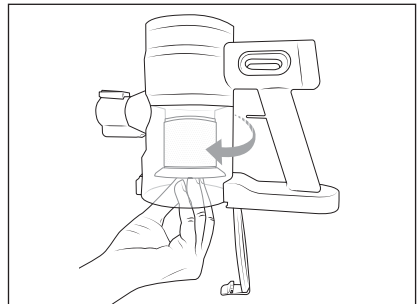

Fig. 11
- 2) Retire o filtro de aço inoxidável **6** e o filtro EPA **5** do reservatório de pó **2**, rodando o filtro EPA **5** para a direita (ver fig. 11). Puxe o filtro de aço inoxidável **6** e o filtro EPA **5** para baixo, para fora do reservatório de pó **2**.